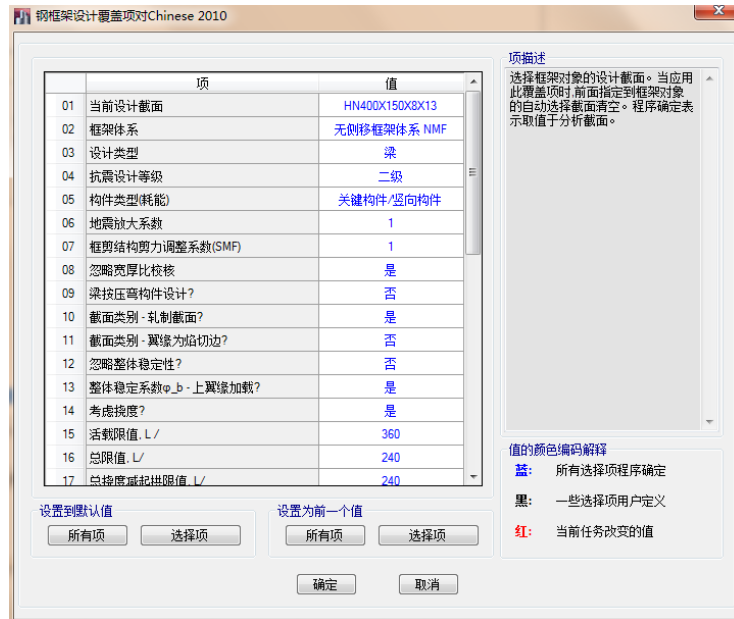

图 8-11 钢框架设计覆盖项对话框
3) 点击**覆盖项**按钮，查看该构件的覆盖项，如图 8-11 所示。